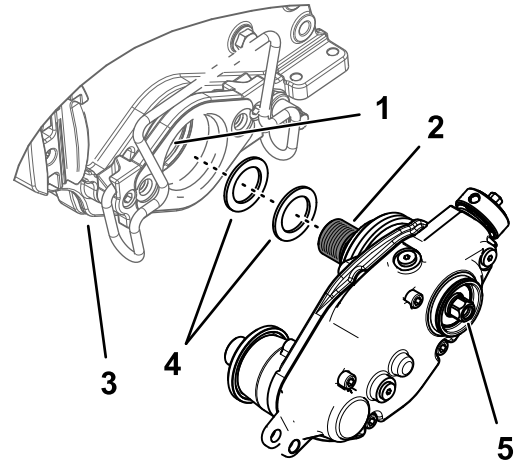

図 12
2. カッティングユニットの左側にグルーマ駆動ボックスを取り付ける場合、黒色リールアダプタのねじ山部分にシムワッシャ2枚を入れる 図 12。
4. リールシャフトにグルーマ駆動ボックスを取り付ける 図 12。
6. リールが回転しないようにしたら、駆動ボックスのシャフトの六角ヘッドを135-150 N・m 13.8-15.3 kg.m = 100-110 ft-lbにトルク締めする 図 12を参照。